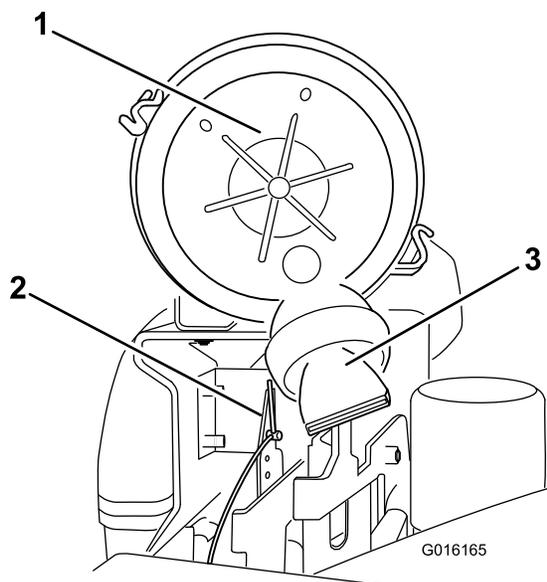

Figure 46
4. Placez le couvercle du filtre à air de sorte que le reniflard ne gêne pas le mécanisme d'accélérateur (Figure 46).
5. Fixez le couvercle avec les verrous (Figure 46).